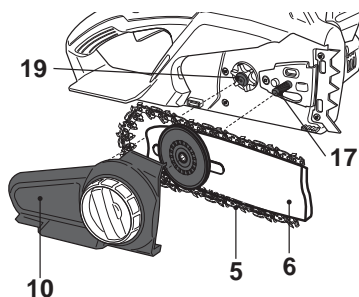

Fig.5
- > Alignez le guide-chaîne [6] et la chaîne [5] avec le pignon d'entraînement [19] et le boulon de support [17]. Enfilez la chaîne sur le pignon d'entraînement puis abaissez le guide-chaîne pour l'emboîter sur le boulon (Fig.5,6).